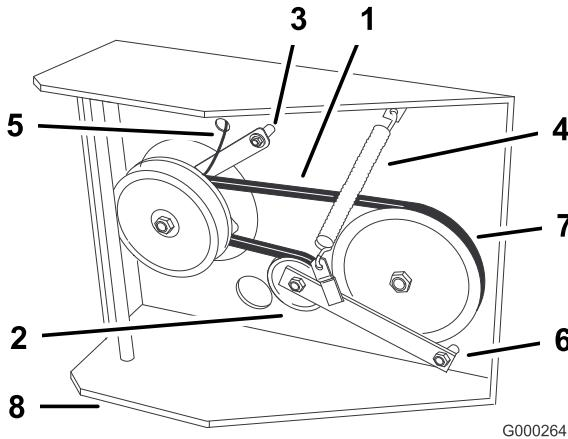

Figura 47
6. Desconecte el soporte del embrague de la plataforma del motor (Figura 47).
7. Desenganche el muelle tensor del lado del bastidor (Figura 47).
10. Apriete el perno del pivot a 47-54 Nm (35-40 pies-libra). Instale el muelle tensor entre la brazo de la polea tensora y el soporte del bastidor (Figura 47).
11. Instale el tirante del embrague en la plataforma (Figura 47)